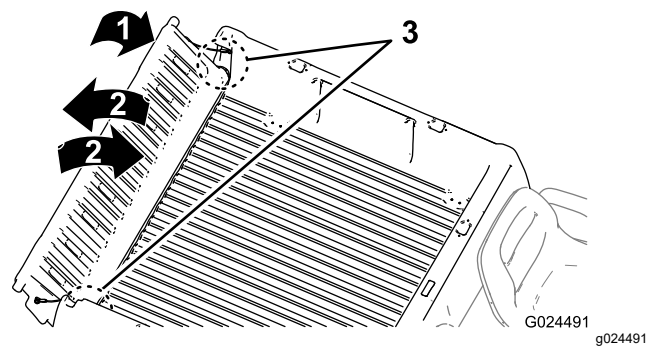

Figura 17
2. Rode a porta traseira para a posição de aproximadamente 45° (Figura 17).
3. Rode a porta traseira para trã $\frac{1}{2}$ s e para a frente várias vezes (Figura 17).
3. Com um movimento breve e oscilante, rode a porta traseira para trã $\frac{1}{2}$ s e para a frente várias vezes (Figura 17).